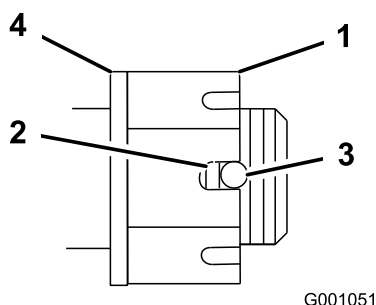

Figure 48
4. Serrez l'écrou crénelé à 170 Nm (125 pi-lb) (Figure 48).
5. Mesurez l'espace entre la base de la fente de l'écrou et le bord intérieur du trou. On ne doit pas voir plus de deux filets (Figure 48).
7. Serrez l'écrou crénelé à 170 Nm (125 pi-lb) (Figure 48).
8. Serrez l'écrou jusqu'à ce que la série de fentes suivante soit en face du trou de l'axe (Figure 48).